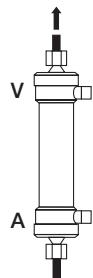

Fig.2 / Abb.2
- 4) Spoel de bloedzijde van de dialysator en de bloedlijn met meer dan 500 ml fysiologische zoutoplossing bij ongeveer 100 ml/min. (Fig. 2)